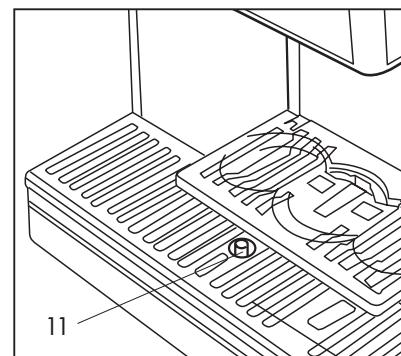

Fig. 17
Quand le flotteur de niveau rouge du bac (11) dépasse de l'orifice (**Fig. 17**), cela signifie que l'eau collectée dans le bac a dépassé le niveau maximum.